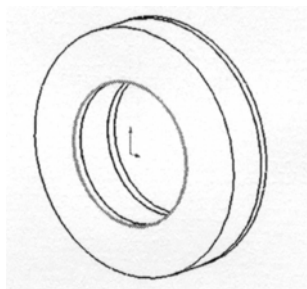

Рис. 8. Выбор кругового ребра
3. Выберем круговое ребро крышки как показано на рис. 8.